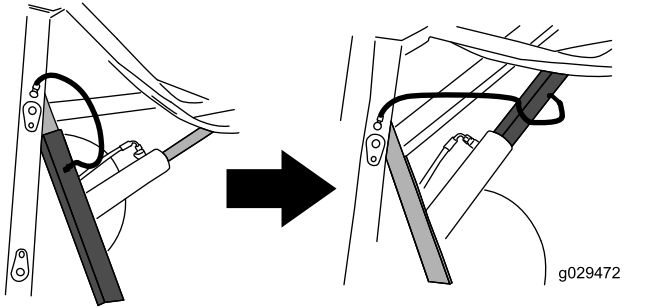

Bild 16
Montieren Sie die Zylinderschlösser über den Füllkastenzyllindern, wenn Sie Wartungsarbeiten am angehobenen Füllkasten durchführen (Bild 16).
2. Bringen Sie die Sicherheitsvorrichtungen für das Absenken an (Bild 16).
2. Bringen Sie das Zylinderschloss an, um zu verhindern, dass der Füllkasten aus Versehen abgesenkt wird (Bild 16).